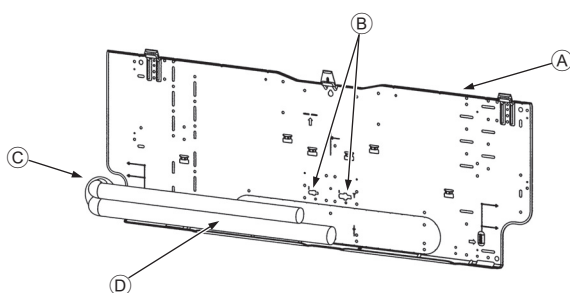

Fig. 3-5
- ▲ Vis de fixation (4 x 25) ②
- ▲ Planche d'installation ①
3.3. Lors de l'insertion des tuyaux dans le mur (Fig. 3-5)